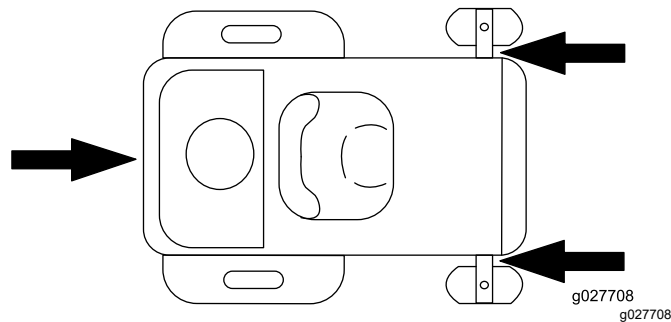

Figura 41
6. Legai maina de lângă roile pivotante față, folosind curele, lanuri, cablu sau frânhii (Figura 41). Consultai prevederile locale referitoare la fixare.